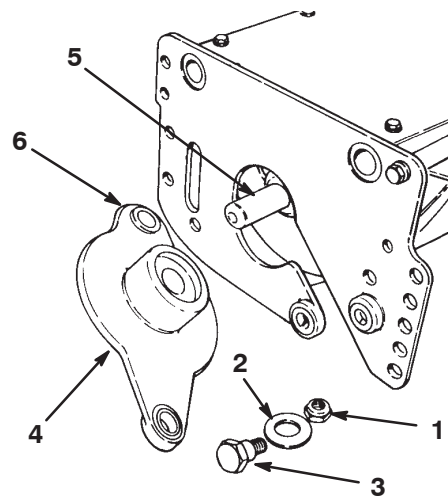

Figure 29
2. Retirez les boulons à épaulement, les bagues et les entretoises à chaque extrémité de l'ensemble barre d'appui/contre-lame puis déposez l'ensemble (Fig. 29).
3. Retirez le contre-écrou intérieur de la goupille de réglage, les fixations du support et l'ensemble bouton de réglage de la plaque latérale (Fig. 29).
- Vérifiez l'usure des bagues à bride dans les trous de fixation du carter d'entraînement et du logement de roulement (Fig. 29). Remplacez si nécessaire.
- Insérez le boulon à épaulement dans la rondelle Belleville et le trou de montage arrière du carter. Faites passer le boulon dans le trou de montage de la plaque latérale (Fig. 29). Posez l'écrou conique et le contre-écrou sur le boulon. Serrez l'écrou conique à 61–75 Nm.